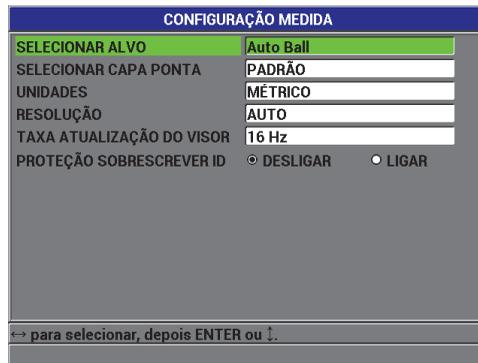

Figura 6-1 Tela CONFIGURAÇÃO MEDIDA
1. Na tela de medição, pressione **[SET UP]** e, em seguida, selecione **MEDIDA** para exibir a tela **CONFIGURAÇÃO MEDIDA** (ver a Figura 6-1 na página 114).